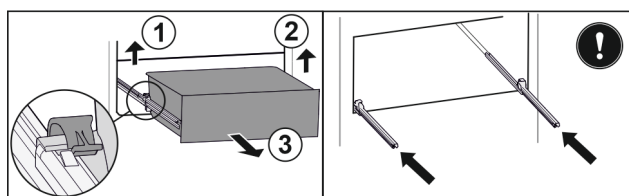

Fig. 142
- ▶ Sollevare il morsetto sinistro e allo stesso tempo tirare in avanti il cassetto sinistro. Fig. 142 (1)
- ▶ Sollevare il morsetto destro e allo stesso tempo tirare in avanti il cassetto destro. Fig. 142 (2)
- ▶ Rimuovere il cassetto tirandolo in avanti. Fig. 142 (3)